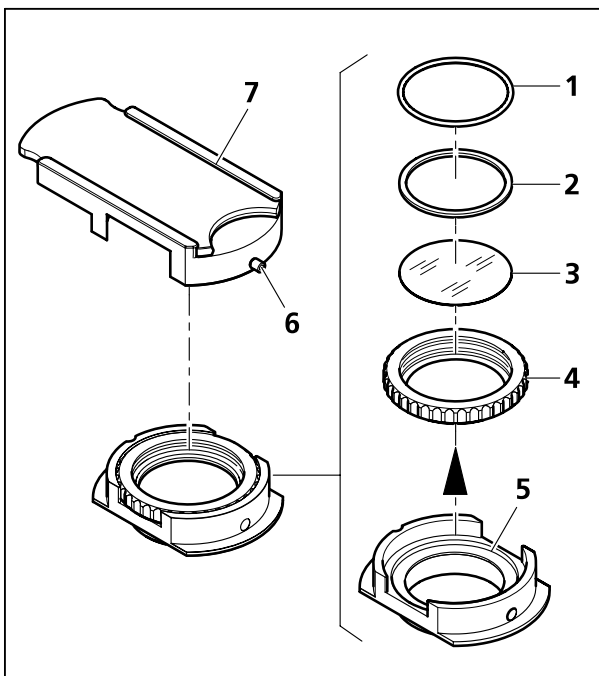

Figura 12 Tirar o filtro amarelo da corredeira
- Afrouxar o parafuso de aperto (Figura 12/6) e retirar o porta-filtro (Figura 12/5), para baixo, da corredeira (Figura 12/7).
- Retirar o anel serrilhado (Figura 12/4) com o filtro cromático do porta-filtro.
- Remover as duas gaxetas circulares (Figura 12/1 e 2) do anel serrilhado, retirar com cuidado o filtro amarelo (Figura 12/3), executando uma leve pressão, e guardá-lo para o eventual uso posterior.